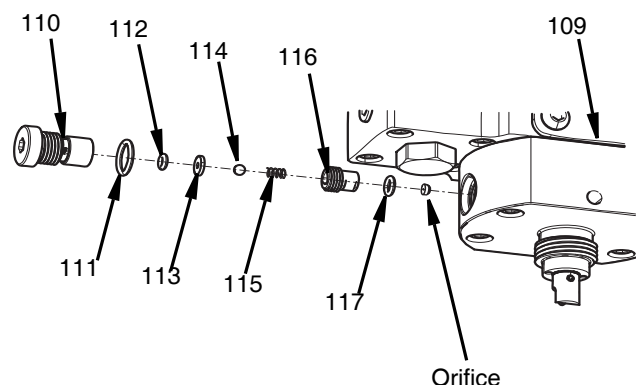

FIG. 30
2. Retirer le corps du clapet antiretour (110) avec une clé Allen de 5 mm.
3. Retirer l'orifice et le joint torique (117) du fond du clapet antiretour et de l'orifice de buse (109).
4. Dévisser le dispositif de retenue du clapet antiretour (107) du corps du clapet antiretour (110) avec une clé de 6 mm (1/4 in.) et d'une clé Allen de 5 mm.
5. Retirer la bille (114), le ressort comp (115), le siège de la vanne (113) et le joint torique de garniture (112) du corps du clapet antiretour (110). Voir FIG. 30.